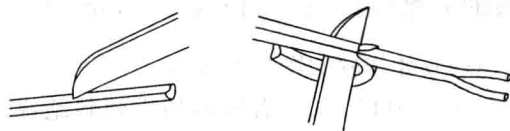

图 1-2 塑料护套绝缘层的剥削
塑料护套线的绝缘层包括:公共护套层和每根线芯的护套层,公共护套层只能用电工刀来剥削,方法步骤如图 1-2 所示。
- (1) 按所需线头长度找好线芯缝隙,用电工刀尖划开护套层,如图 1-2(a)所示。
- (2) 反方向扳开护套层,用电工刀在根部切去护套层即可,如图 1-2(b)所示。
- (3) 在距离护套层 5~10 mm 处,用电工刀分别剥离每根芯线的绝缘层,方法同塑料硬导线绝缘层的剥削。